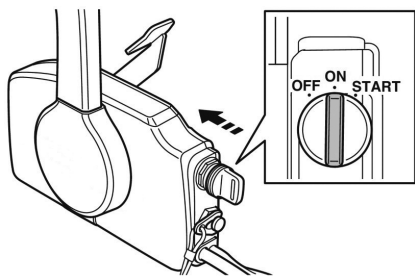

Рис. 30 Включение электромагнитного клапана управления воздушной заслонкой
2. Если двигатель лодочного мотора холодный, перед запуском нужно закрыть воздушную заслонку карбюратора. Нажмите на ключ зажигания (Рис. 30), при этом сработает электромагнитный клапан управления воздушной заслонкой, установленный на впускном коллекторе двигателя, и воздушная заслонка карбюратора закроется.